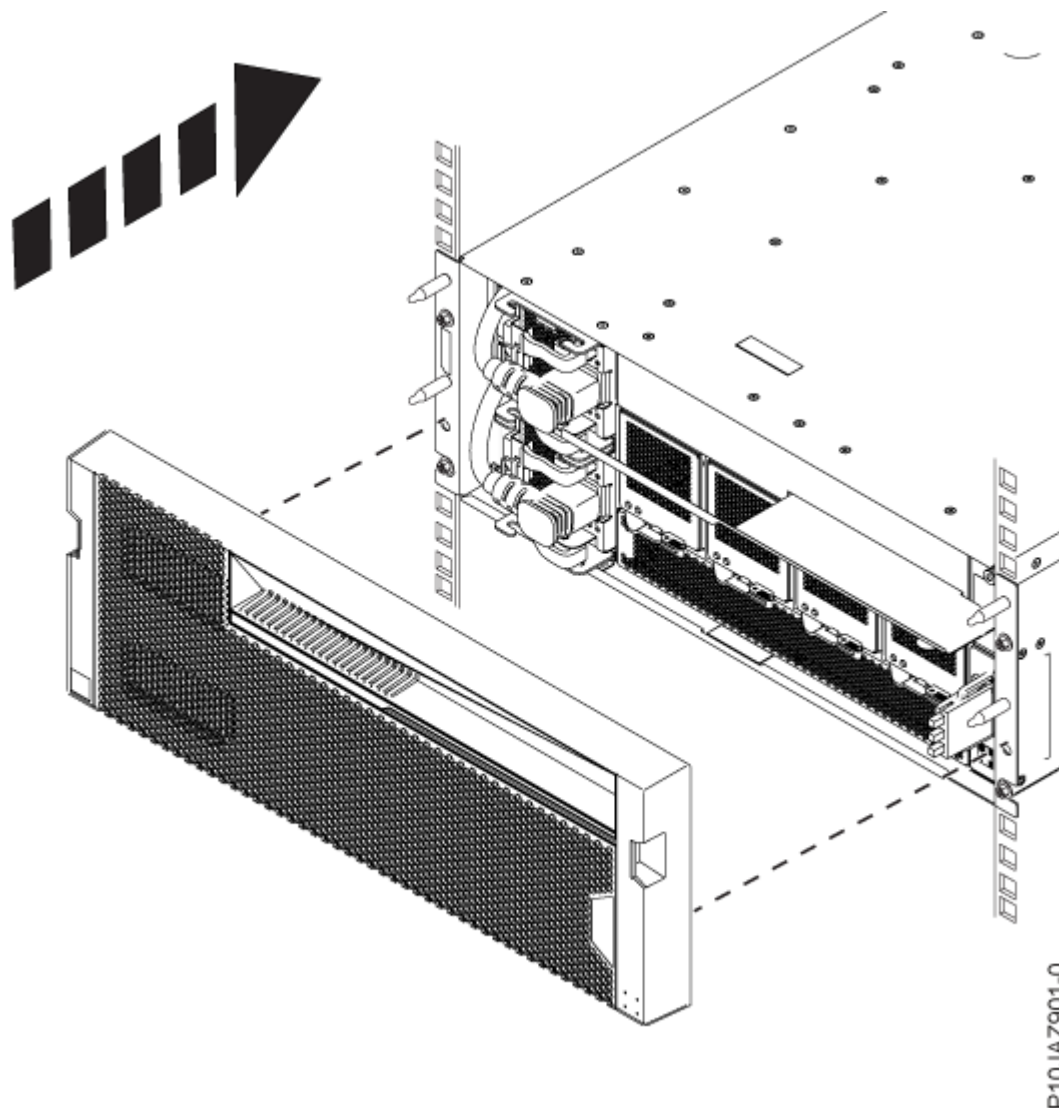

Figura 10. Installazione del pannello di copertura
- a) Allineare il pannello di copertura **(A)** con i quattro piedini sulla parte anteriore del cassetto **(B)** e premerlo in posizione, come mostrato nella Figura 10 a pagina 13.